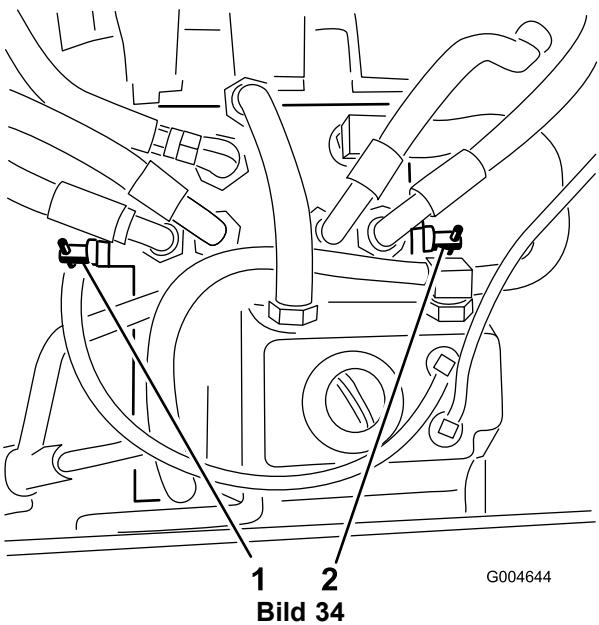

Bild 34
3. Drehen Sie jedes Sicherheitsventil eine Umdrehung nach links (Bild 34).
Drehen Sie jedes Sicherheitsventil um eine Umdrehung nach rechts und ziehen Sie sie mit der Hand fest (ungefähr auf 8 N·m) (Bild 34).